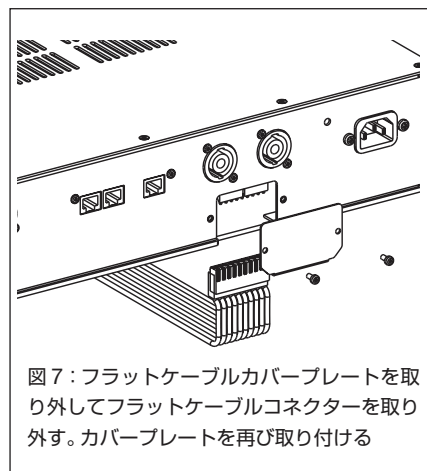

図7：フラットケーブルカバープレートを取り外してフラットケーブルコネクタを取り外す。カバープレートを再び取り付ける
- フラットケーブルコネクターのカバーを取り外します(図7参照)。